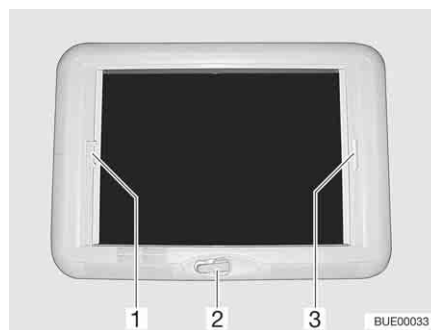

Bild 91 Kurbelhub-Dachhaube
*Öffnen:* ■ Die Handkurbel (Bild 91,2) drehen, bis Widerstand spürbar ist.
*Schließen:* ■ Die Faltverdunklung am Griff (Bild 91,3) ziehen und an der gewünschten Position loslassen. Die Faltverdunklung bleibt in dieser Position stehen.
*Schließen:* ■ Den Insektenschutz am Griff (Bild 91,1) zum gegenüberliegenden Griff der Faltverdunklung (Bild 91,3) ziehen und einrasten lassen.
*Öffnen:* ■ Den Griff des Insektenschutzes (Bild 91,1) hinten nach oben drücken und den Insektenschutz an der Faltverdunklung (Bild 91,3) aushängen.